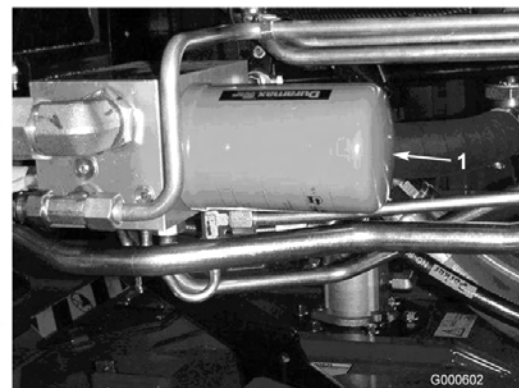

図 57
2. フィルタ容器の周辺をウェスできれいにぬぐう。フィルタ (図 56と図 57) の取り付け部周辺をきれいにふき、下に廃油受けを用意し、フィルタを外す。